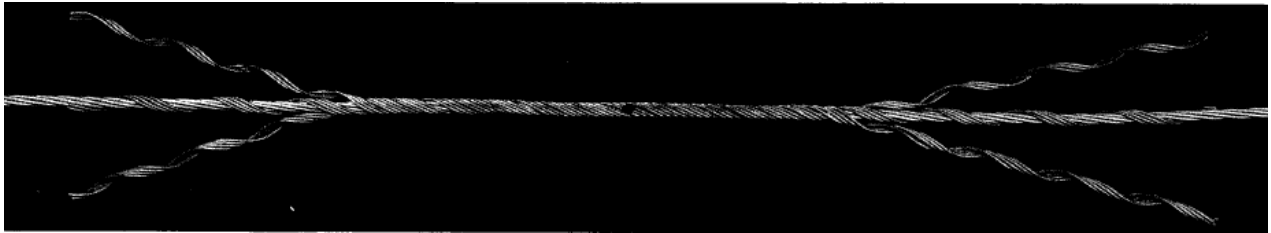

Рис. 5.
6. Таким же образом накрутите последующие пряди, затем одновременно накрутите пряди оставив один, два оборота до завершения. Навивку прядей от середины в обе стороны осуществлять таким образом, чтобы каждая последующая прядь при монтаже прижималась к предыдущей (см. рис. 5).